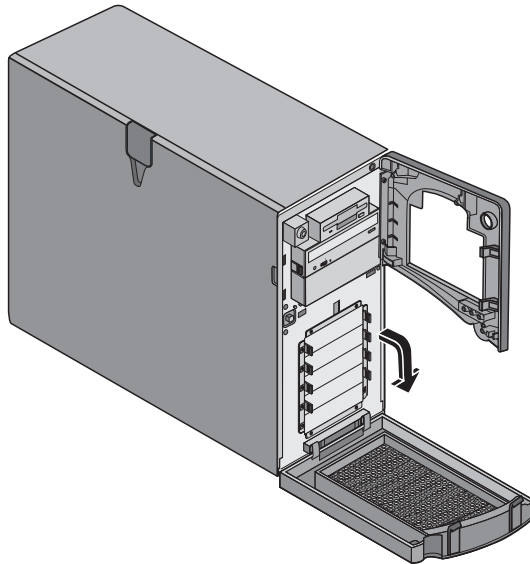

Abbildung 2-3: Untere Frontblende (geöffnet)
- Die SCSI-Festplatten sind über die untere Frontblende zugänglich (siehe Abbildung 2-3).
3. Drücken Sie die beiden Nasen oben an der unteren Frontblende nach unten, und ziehen Sie die Blende nach unten (siehe Abbildung 2-3).